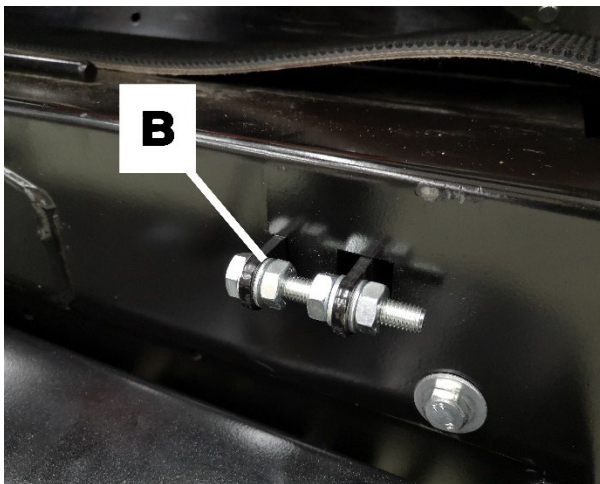

Abbildung 15
- ❑ Die Antriebs- und Umlenkrollen des Vorschubförderers sind mit Abstreifern A, Abb. 15, ausgestattet, die die Rollen stets sauber halten. So kann sich beispielsweise im Winter kein Schnee auf den Rollen festsetzen.